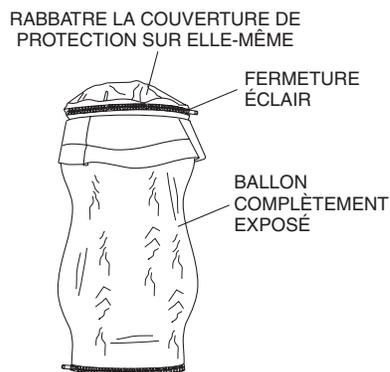

Figure 17. Rabattre la couverture du ballon
3. Replier la couverture du ballon sur elle-même et la fermer à l'aide de la fermeture éclair. Voir Figure 17.